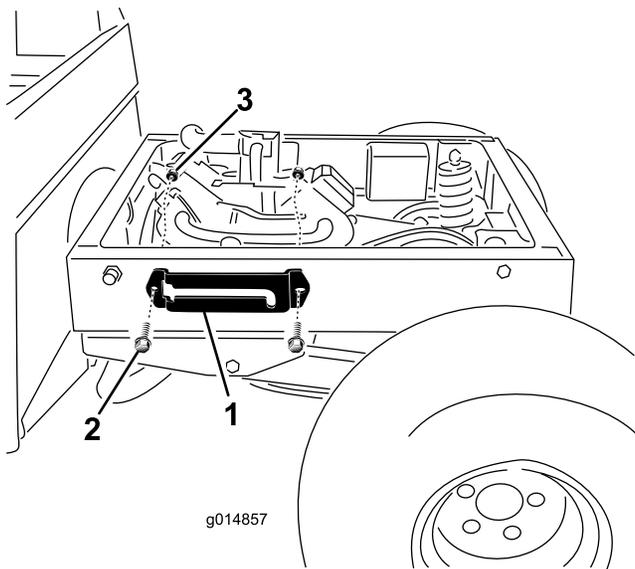

Figura 6
3. Installate l'asta di supporto e la staffa sul telaio utilizzando 2 bulloni (3/8 x 1 pollice) e dadi di bloccaggio (3/8 pollice) (Figura 6); serrate i dadi a 1,3 N-m.